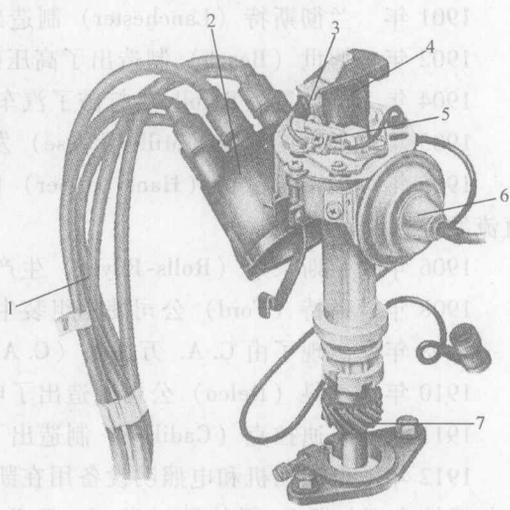

图 1-3 触点断电器式分电器
- 1939年 点火系统的分电器安装了自动点火提前调节装置 (见图1-3)。